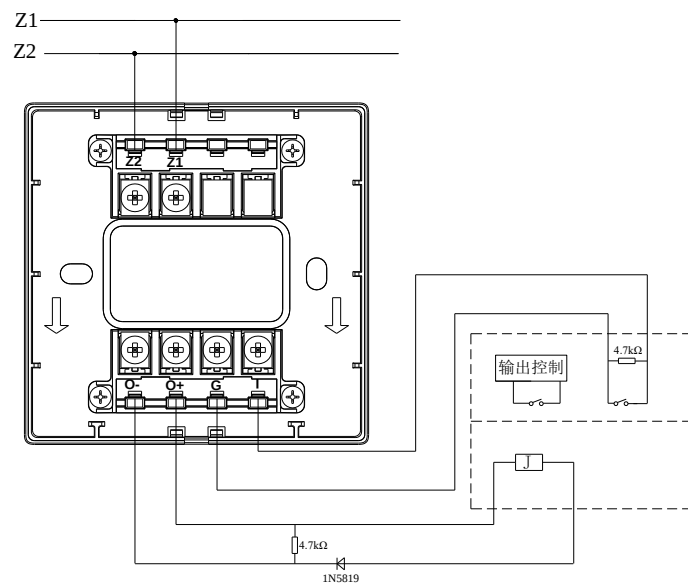
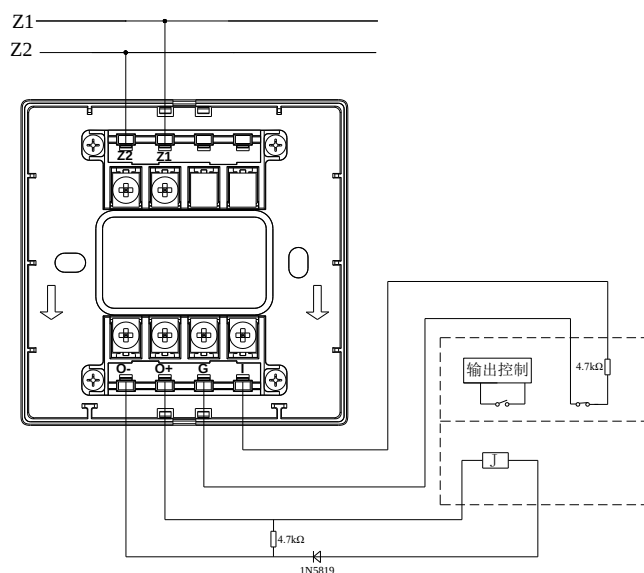

图 4a 模块常开检线接线示意图
图 4b 模块常闭检线接线示意图
- 1. 模块与被控制设备的连接线示意图如图 4 所示。其中图 4a 输入检线方式为常开检线，图 4b 为常闭检线方式。